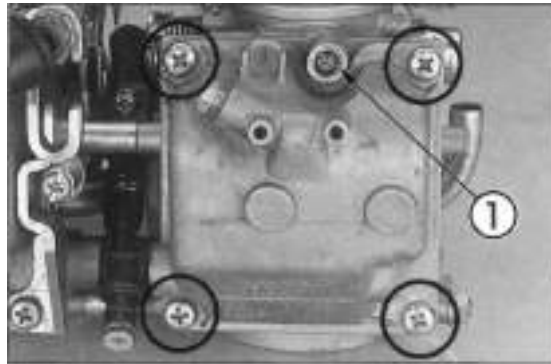

Bild 60
- Gemischregulierschraube  Bild 60 ist vom Werk voreingestellt, deshalb nicht verstellen: Schraube vorsichtig im Uhrzeigersinn eindrehen bis sie leicht aufsitzt und Anzahl der Umdrehungen notieren; dann Schraube ausdrehen.
- Vier Kreuzschlitzschrauben ausdrehen (Bild 60) und Deckel abnehmen.